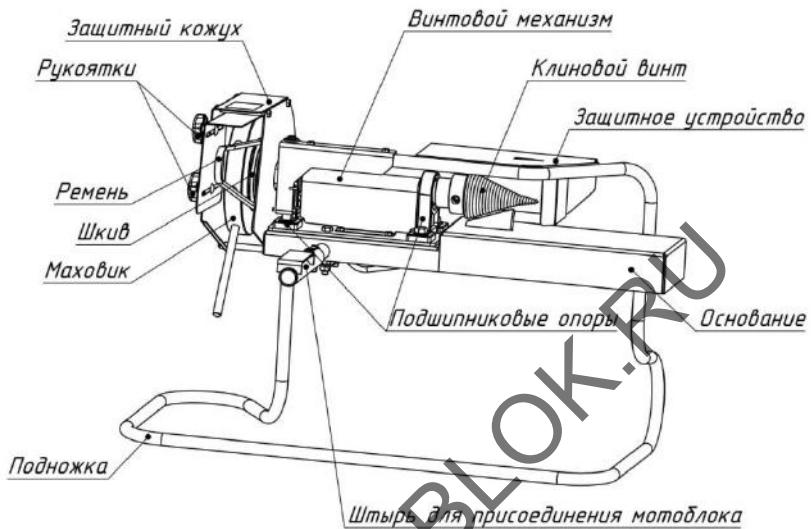
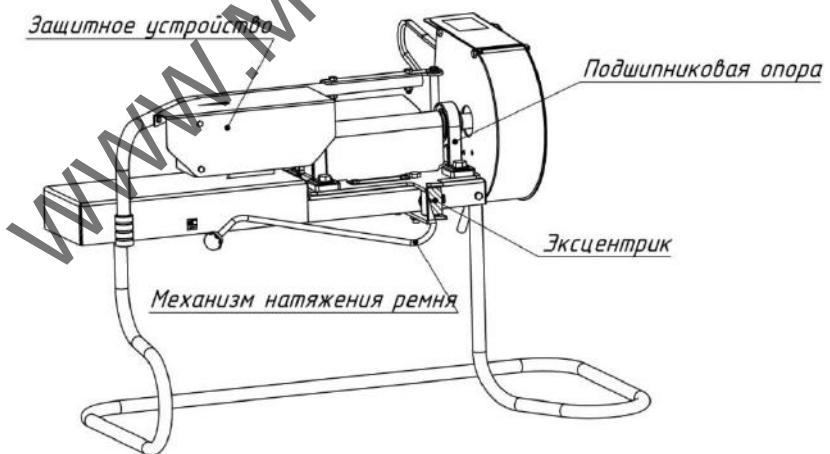

Рис.1
Рис.2
Дровокол (рис.1, 2) - это навесное оборудование к мотоблокам «Нева», предназначен для колки дров методом ввинчивания клинового винта.
### НАЗНАЧЕНИЕ ОСНОВНЫХ СОСТАВНЫХ ЧАСТЕЙ ДРОВОКОЛА (рис.1, 2)
- 5) Установите подножку на место, согласно рис.1 и рис. 2;